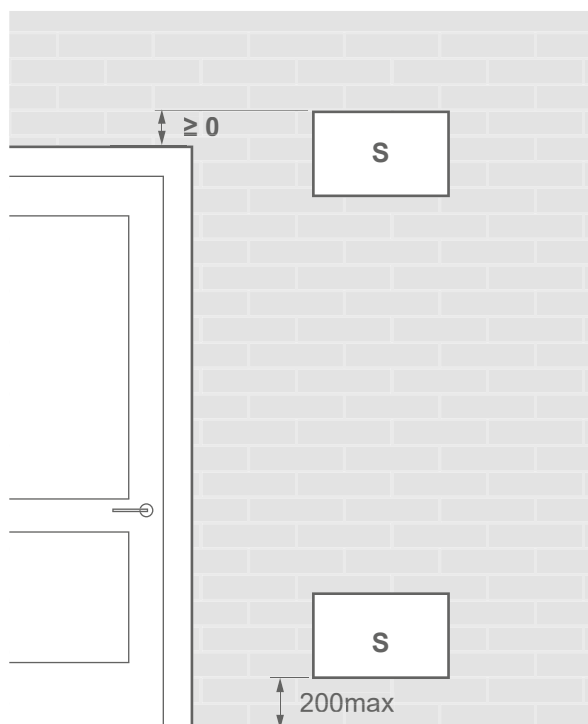

fig. 21 - Plaats van ventilatieopeningen
- De ruimte beschikt over natuurlijke ventilatie naar een andere ruimte waarvan de som van de volumes van de twee ruimtes groter is dan "koudemiddelvulling" (in kg) / 0,3 kg/m³. De ventilatieopeningen tussen de twee delen worden geleverd door openingen van ten minste: Zie fig. 22 en fig. 21.